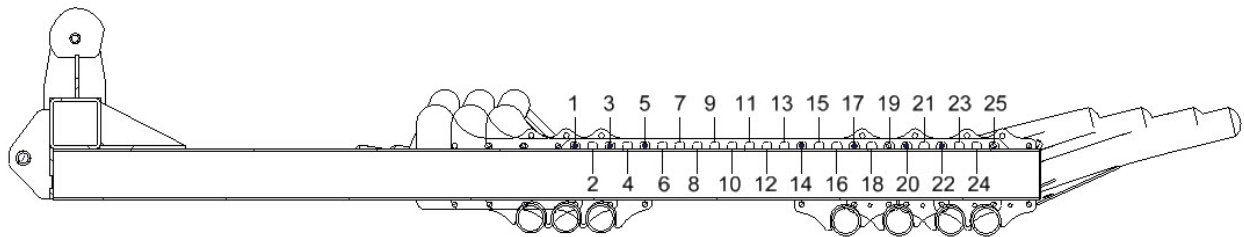

рисунок 16 — Положение вилочных держателей
5. Установите вилочные держатели в нужное положение (см. рисунок 16 и таблица 9).